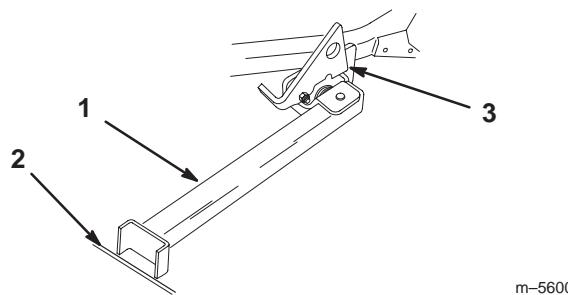

Figure 26
4. Posez le pied du support sur le sol et appuyez le verrou sur la languette de pivot (Fig. 26).
Note: Pour de meilleurs résultats, placez le pied du support dans des anfractuosités du trottoir ou du gazon (Fig. 26).
6. Montez la machine sur le support. Arrêtez-vous quand le verrou retombe sur la languette en position verrouillée (Fig. 26). Lorsque la machine est sur le support, serrez le frein de stationnement. Coupez le moteur.